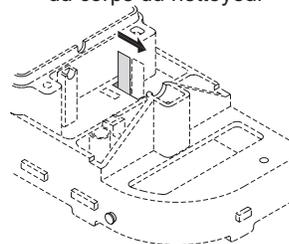

Figure 26
8. Par le côté, sortir le cliquet métallique de son encoche. Le remplacer en déposant les brosses du centre, puis en posant un cliquet neuf. Il doit affleurer le bord du support en plastique (**Figures 26 et 27**). Remplacer les brosses du centre.